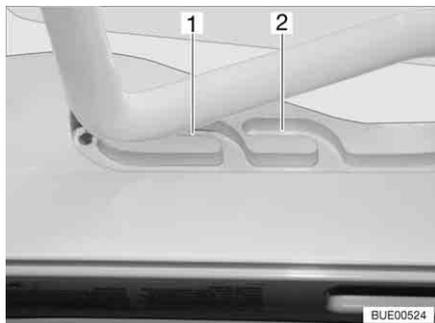
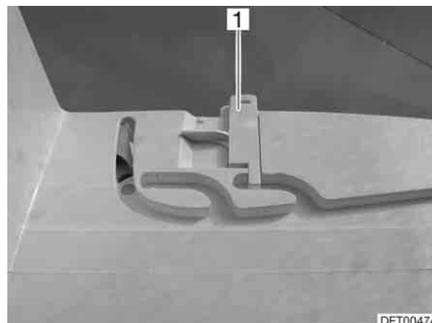

Fig. 70 Oblò Heki in posizione di ricircolo d'aria
Fig. 71 Bloccaggio della posizione di ricircolo d'aria
È possibile portare l'oblò Heki in due posizioni di ricircolo d'aria: Posizione brutto tempo (Fig. 70,1) e posizione centrale (Fig. 70,2). A seconda del modello, l'oblò può essere bloccato sulla posizione centrale del suo telaio con i due chiavistelli (Fig. 71,1) di sinistra e destra.
- Premere la staffa leggermente verso l'alto, spingerla nella guida selezionata (Fig. 70,1 o 2) ed eventualmente bloccarla.